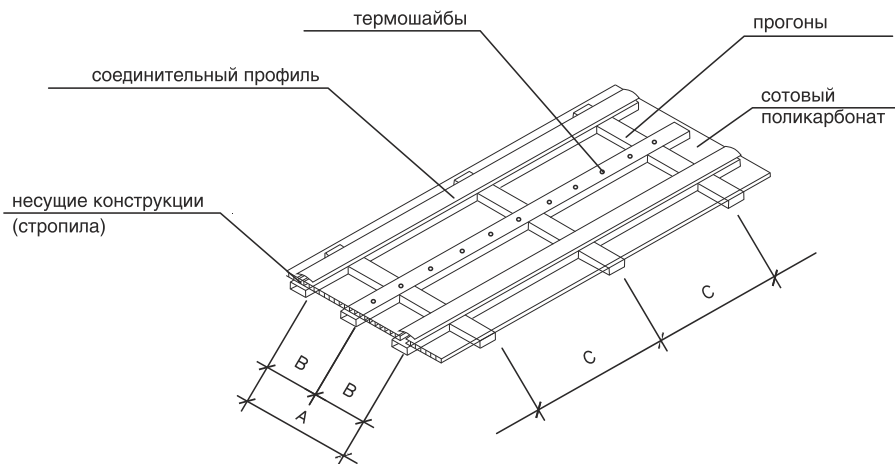

Рисунок 7.
В настоящее время широкое распространение получил способ крепления поликарбоната, когда несущие конструкции (стропила и прогоны) лежат в одной плоскости (Рис. 7). Расстояния между стропилами (величина B) принимаются кратными стандартной ширине листа (A), т.е. 2100; 1050 или 700 мм. А расстояния между прогонами (величина C) — в зависимости от типа листа и расчетной нагрузки. Крепление панелей производится с помощью соединительных профилей различных типов и термошайб. Применимо это и для арочных конструкций.